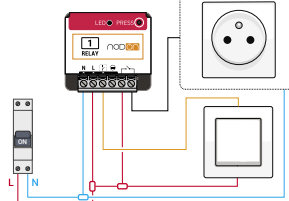

Figure 2
- Câblez le module multifonction selon le schéma figure 2.